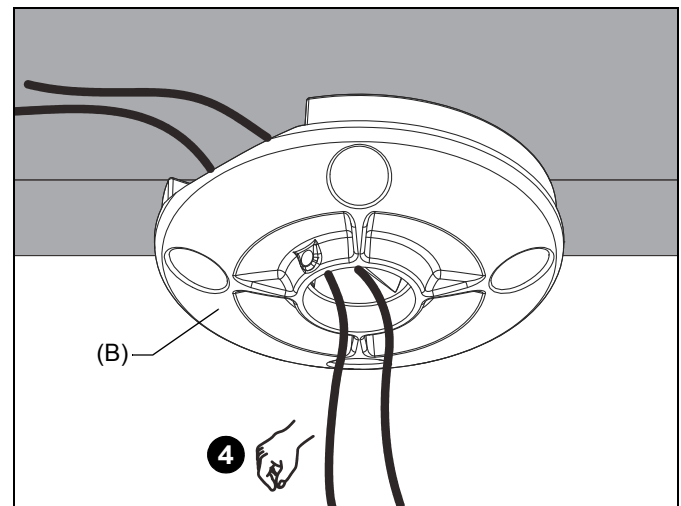

Figura 3
- Pase los cables por el canal de la placa para cielo raso (B). (Consulte Figura 3)